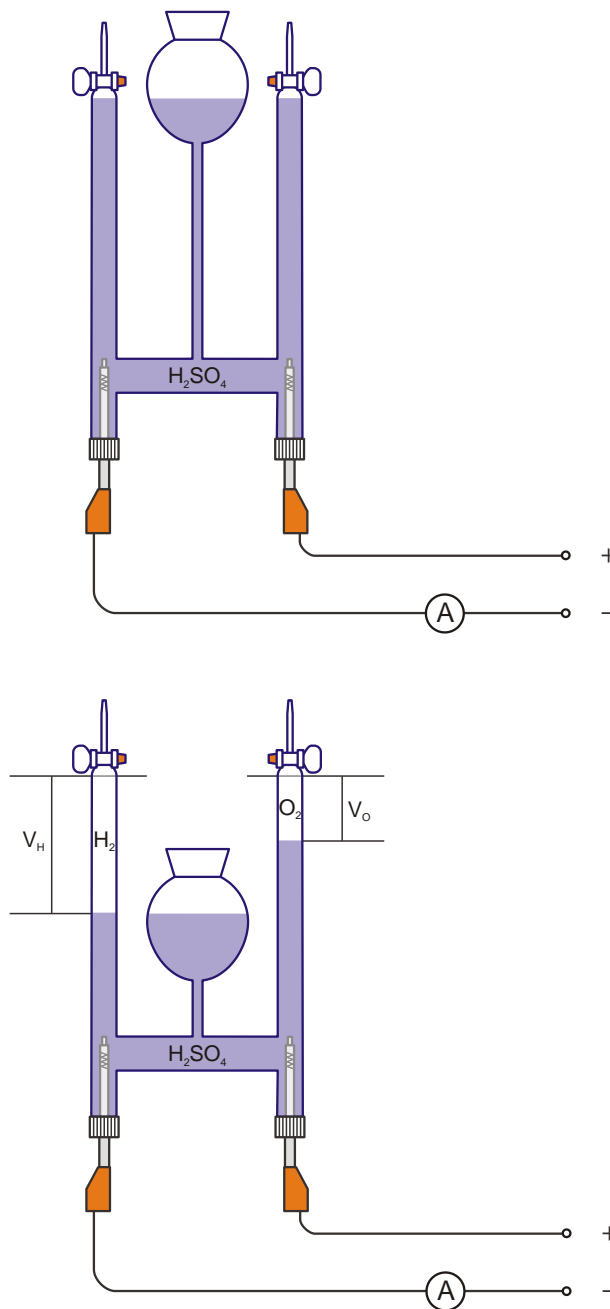

Fig. 2: Rappresentazione schematica della disposizione per la misurazione all'inizio (in alto) e alla fine (in basso) della misurazione stessa.
- Trasferire con cautela l'acido solforico diluito versandolo dal becher nel recipiente di livello. A tale scopo introdurre leggermente il beccuccio del becher nell'apertura del recipiente di livello. Durante la fase di riempimento, abbassare gradualmente l'altezza del recipiente di livello fino a quando i tubi di raccolta del gas non sono completamente pieni. Al termine della procedura di riempimento, l'altezza del recipiente di livello dovrà essere tale per cui la colonna di liquido nel recipiente stesso e nei due tubi di raccolta del gas sia in primo luogo alla medesima altezza e in secondo luogo all'altezza dei rubinetti smerigliati (Fig. 2 in alto).
- Collegare il polo negativo dell'alimentatore a corrente continua all'elettrodo del tubo di raccolta del gas sinistro e, tra di essi, inserire in serie un multimetro per la misurazione della corrente (Fig. 2 in alto). Collegare il polo positivo dell'alimentatore CC all'elettrodo del tubo di raccolta del gas destro.
- Osservare la generazione di gas nel tubo di raccolta del gas H_2 (polo negativo) dell'apparecchio di scomposizione dell'acqua e far scorrere verso il basso il recipiente di livello di modo che la colonna di liquido presente all'interno di quest'ultimo e nel tubo di raccolta del gas H_2 rimanga alla medesima altezza (Fig. 2 in basso).